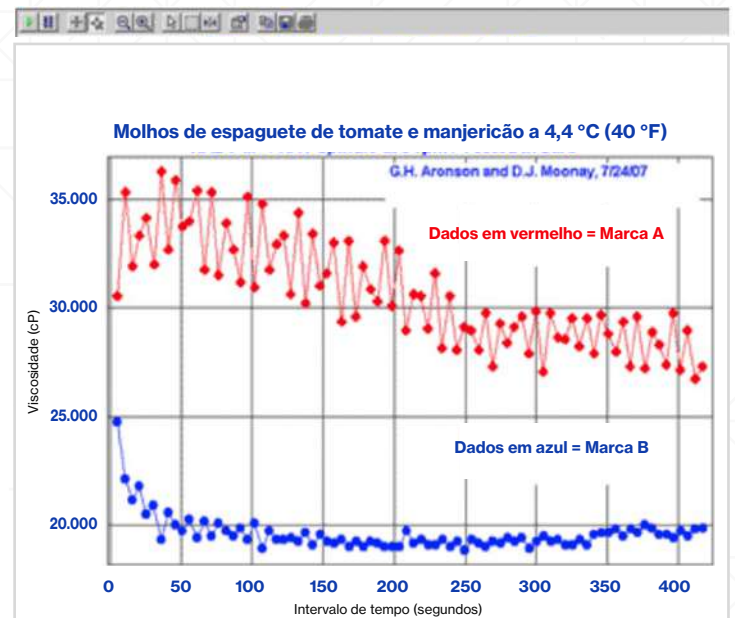

Figura 1: Molhos de espaguete de tomate e manjerição a 4,4 °C (40 °F) analisados com o spindle HA4.
- Figura 1: Exibe dados de viscosidade para molhos de espaguete com tomate e manjerição a 4,4 °C (40 °F) usando uma spindle de disco (geometria lisa).